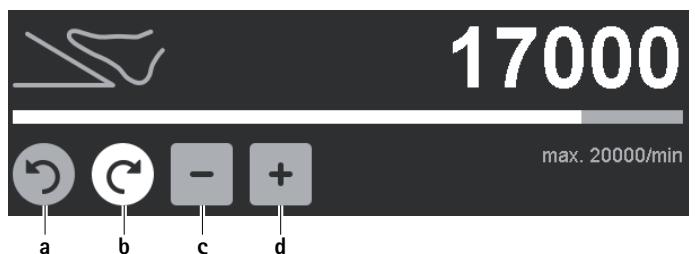

Abb. 6 Drehzahlbereichsobergrenze/Drehrichtung ändern
- Drehrichtung ändern: Inaktive, graue Drehrichtungstaste Rechtslauf/Linkslauf **a/b** betätigen, siehe Abb. 6.